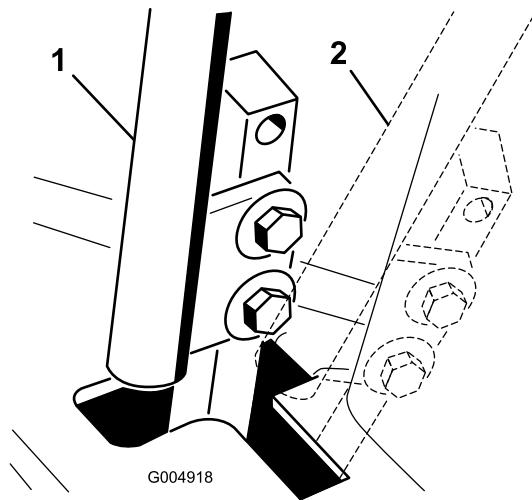

Figure 41
4. Placez le levier de commande au POINT MORT, **sans le verrouiller** (Figure 41).
6. Vérifiez la position du levier par rapport au cran de la console (Figure 41).